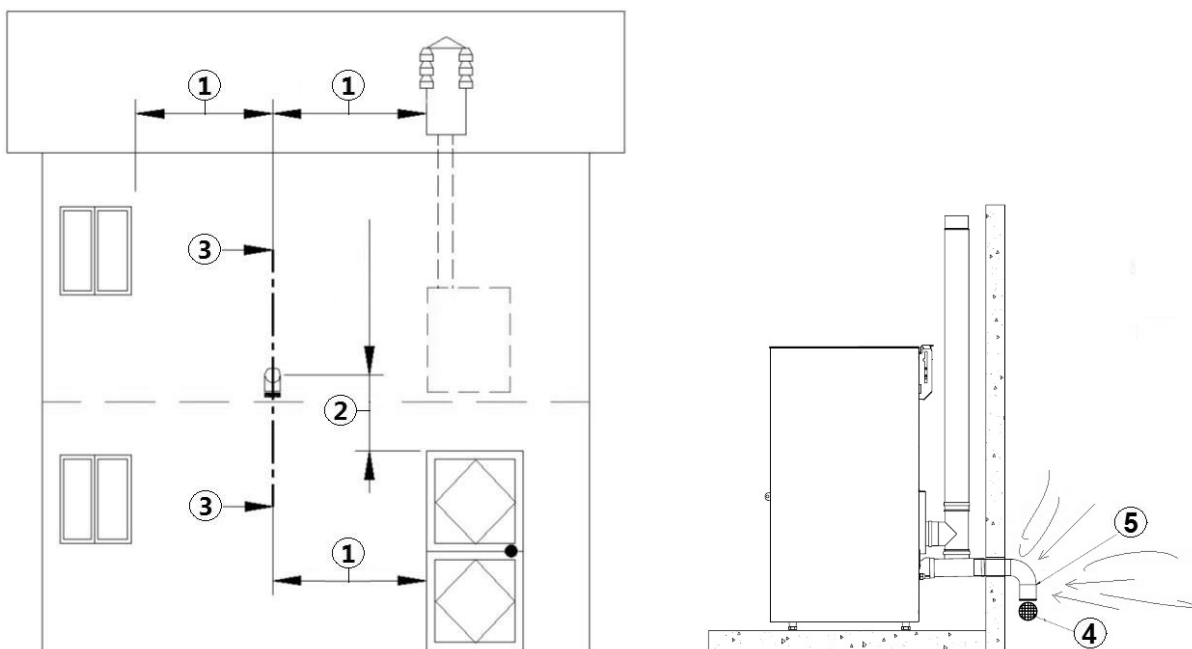

Fig. 12 - Toma de aire en caso de instalación estanca
Verificar en **Fig. 12**, si la estufa que han comprado es estanca. Si es estanca y si desean que también toda la instalación sea estanca, sigan las indicaciones bajo descritas:
- En la pared exterior hay que instalar una curva de 90° para proteger el flujo de aire comburente de los efectos del viento: volver la toma de la curva hacia abajo, véase **Fig. 12**.